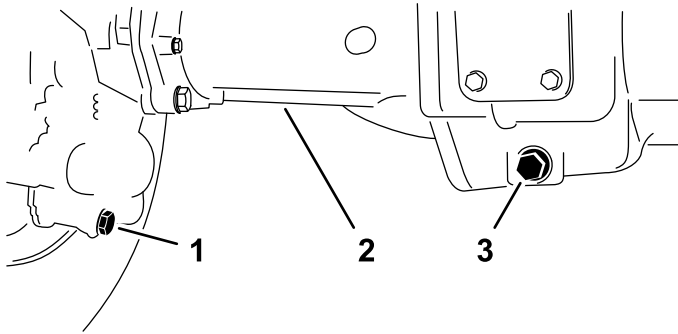

図 144
2. ドレンプラグ全部で3個の周囲をきれいに拭く **図 144** 各ベベルギアケースアクセルハウジングの外側に1つずつと中央のギアケースに1つ付いている。
3. 各ドレンプラグ **図 144** を抜き取り、排出されるオイルを容器に回収する。